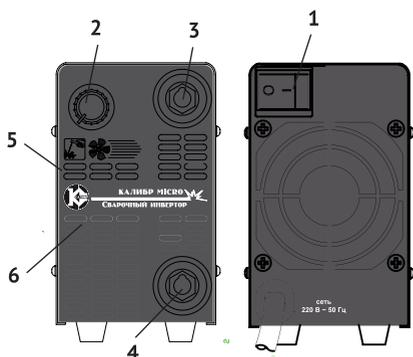

рис. 1
4.1 Общий вид инвертора представлен на рис. 1:
4.2 Основные узлы инвертора: трансформаторы, конденсаторы, радиаторы, плата управления и вентилятор расположены в металлическом корпусе (рис.1 поз. 5) с вентиляционными решётками для отвода тепла. Охлаждение прибора обеспечивают радиаторы и вентилятор. Ручкой потенциометра (рис.1 поз.2) регулируется ток сварки, в зависимости от диаметра электрода и свариваемого материала.
Выключатель (рис.1 поз.1), расположенный на задней панели, имеет два фиксированных положения «1» - включено и «0» - выключено.
6.4.1 Сварочный кабель с электрододержателем подключается к быстрозажимной клемме «плюс» (рис.1 поз.4), за исключением случая
6.4.2 Кабель массы подключается к быстрозажимной клемме «минус» (рис.1 поз.3) и крепится к рабочей поверхности, как можно ближе к месту сварки.
7.1 В большинстве случаев электрод подключается к быстрозажимной клемме «плюс» (рис.1 поз.4), однако есть некоторые виды электродов, подключаемых к быстрозажимной клемме «минус» (рис.1 поз.3), поэтому подключать сварочные кабели следует в соответствии с полярностью аппарата «+» и «-» и типом электродов.
7.4 Ток сварки регулируется с помощью ручки потенциометра (рис.1 поз.2).